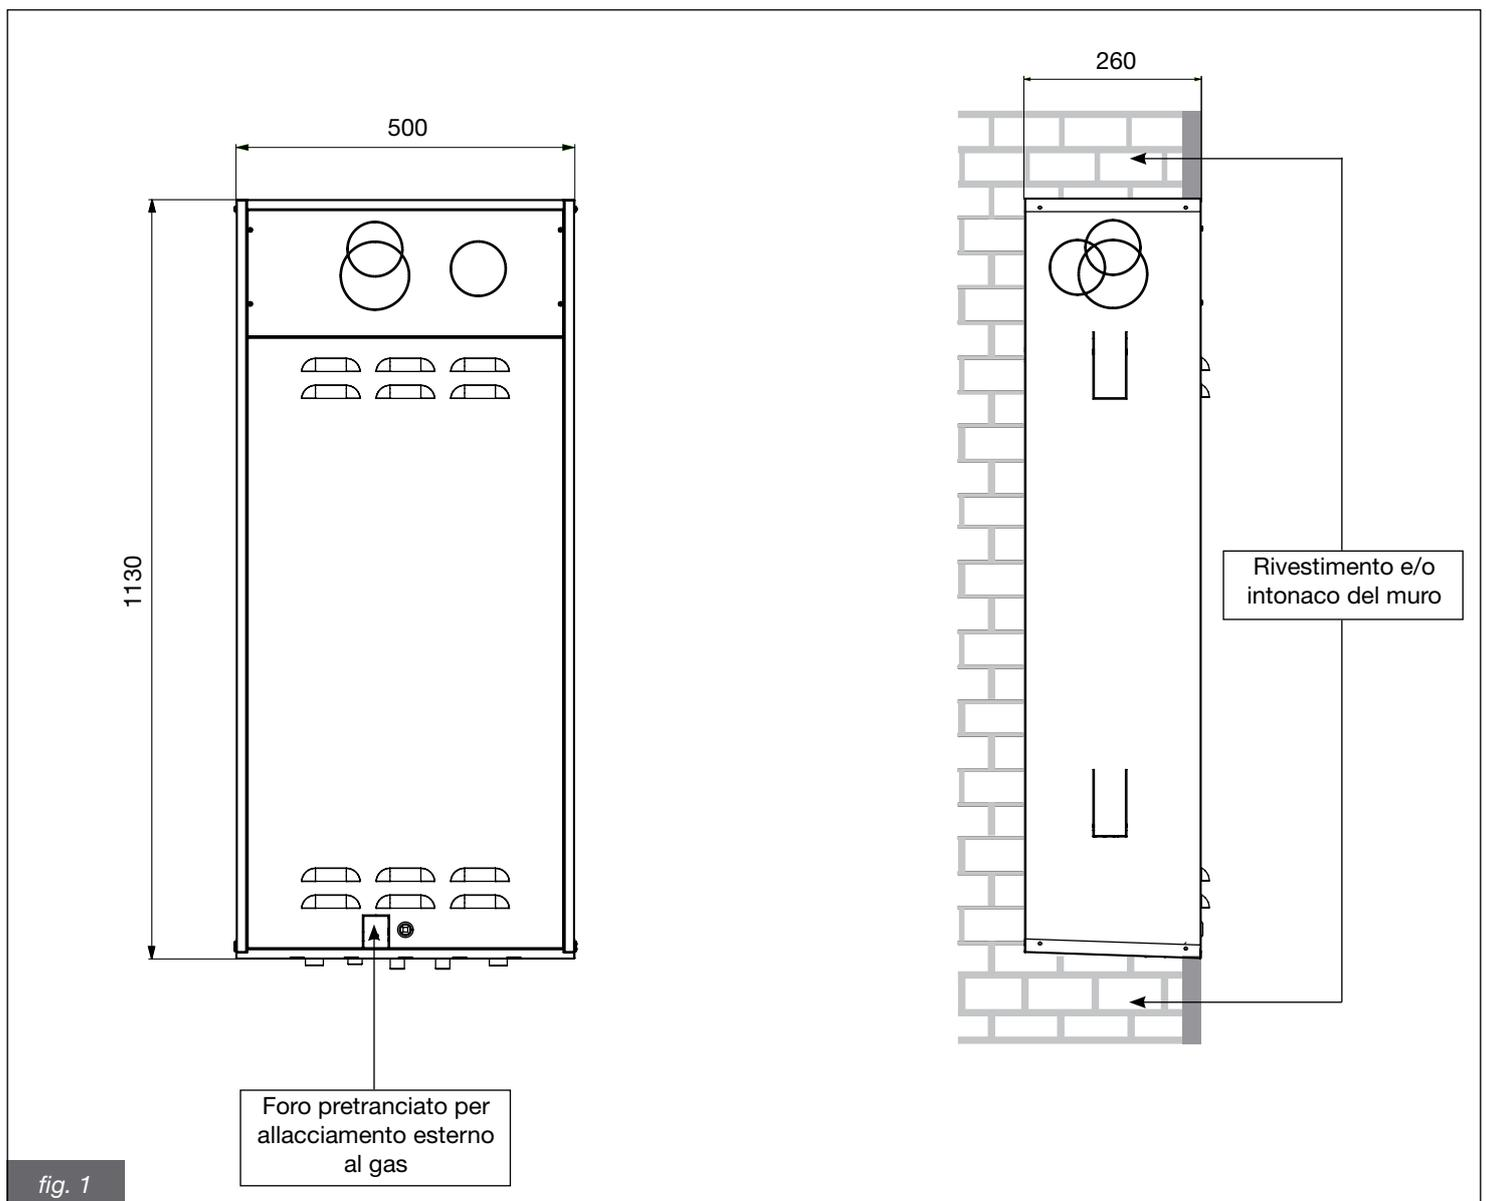

fig. 1
Il collegamento alla rete del gas può avvenire anche per mezzo di un tubo esterno: a tale scopo, sul pannello frontale del telaio, è stato realizzato un foro pretranciato (fig. 1).
Nelle figure 1, 2 e 3 sono riportate le dimensioni del telaio da incasso.
**Quando si installa il telaio da incasso, tenere in considerazione l'eventuale spessore del rivestimento e/o dell'intonaco del muro, in modo che ad installazione ultimata il telaio risulti a filo dell'intonaco (fig. 1).**
Ricordare che, a discrezione dell'installatore, il collegamento alla rete del gas può avvenire anche per mezzo di un tubo frontale esterno (fig. 1).